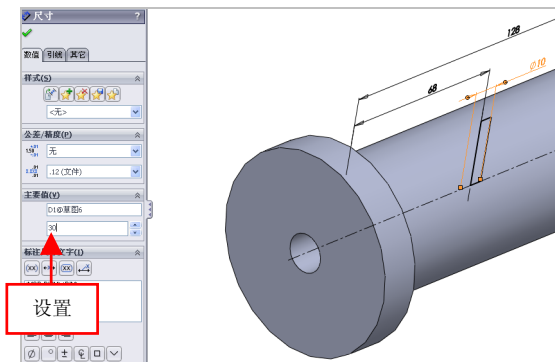

图 8-39 设置参数值
(3) 进入草图绘制环境，在草图中的相应尺寸上，单击鼠标左键，弹出【尺寸】属性管理器，设置直径参数为 30，如图 8-39 所示。